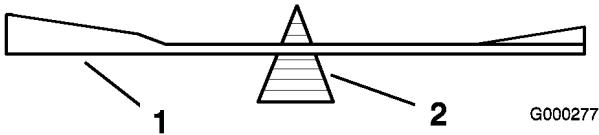
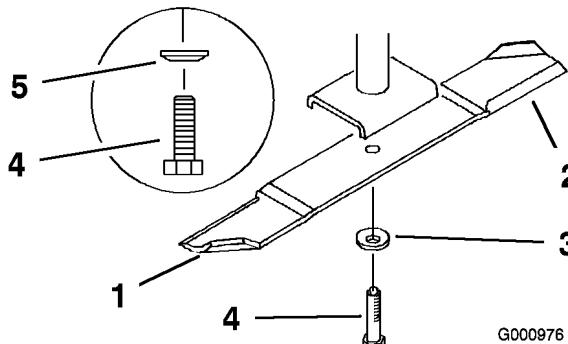

Figure 71
Figure 72
2. Retirez de l'axe le boulon, la rondelle élastique et la lame (Figure 72).
2. Vérifiez l'équilibre de la lame en la plaçant sur un équilibrEUR (Figure 71). Si la lame reste horizontale, elle est équilibrée et peut être utilisée. Si la lame est déséquilibrée, limez un peu l'extrémité de la partie incurvée seulement (Figure 72). Répétez la procédure jusqu'à ce que la lame soit équilibrée.
1. Placez la lame sur l'axe (Figure 72).
- Installez la rondelle élastique et le boulon de la lame. Le cône de la rondelle élastique doit être dirigé vers la tête du boulon (Figure 72).